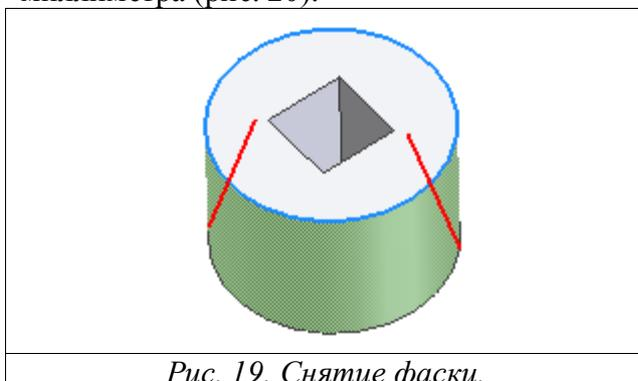

Рис. 19. Снятие фаски.
4. Снимите фаску (рис. 19) при помощи команды **Chamfer**  с размерами 6 и 2 миллиметра (рис. 20).